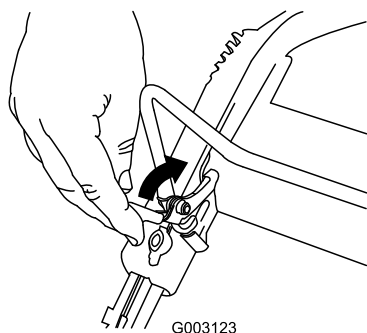

Figura 20
1. Tire hacia atrás del mecanismo de bloqueo de la barra de control (Figura 20).